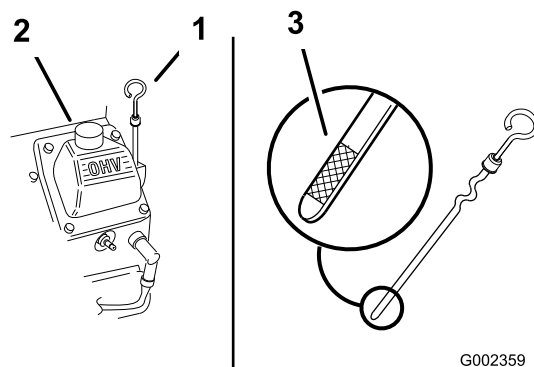

Figure 21
4. Retirez la jauge d'huile et essuyez soigneusement son extrémité (Figure 21).
5. Remettez la jauge au fond du tube de remplissage, mais sans la visser (Figure 21).
3. Nettoyez la surface autour de la jauge d'huile (Figure 21) pour éviter que des impuretés ne
6. Versez avec précaution environ 80% de la quantité d'huile spécifiée dans le goulot de remplissage (Figure 21).